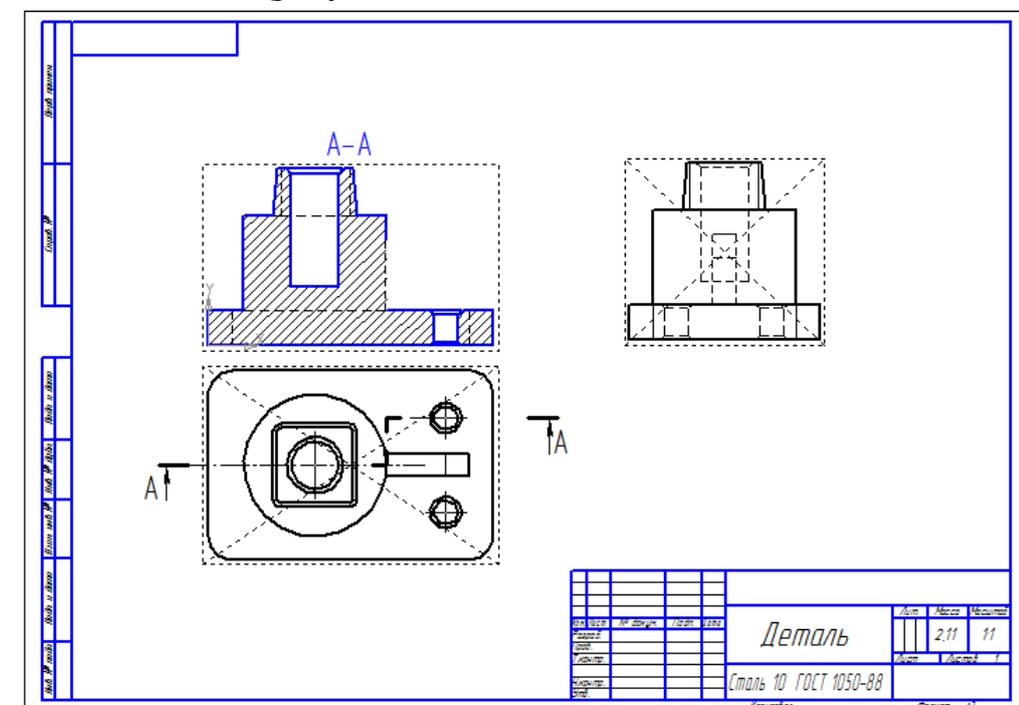

Рисунок 68.
9. После этого на экране появится фантом изображения в виде габаритного прямоугольника это и есть разрез. По линии проекционной связи поместите его на место главного вида (рисунок 68).